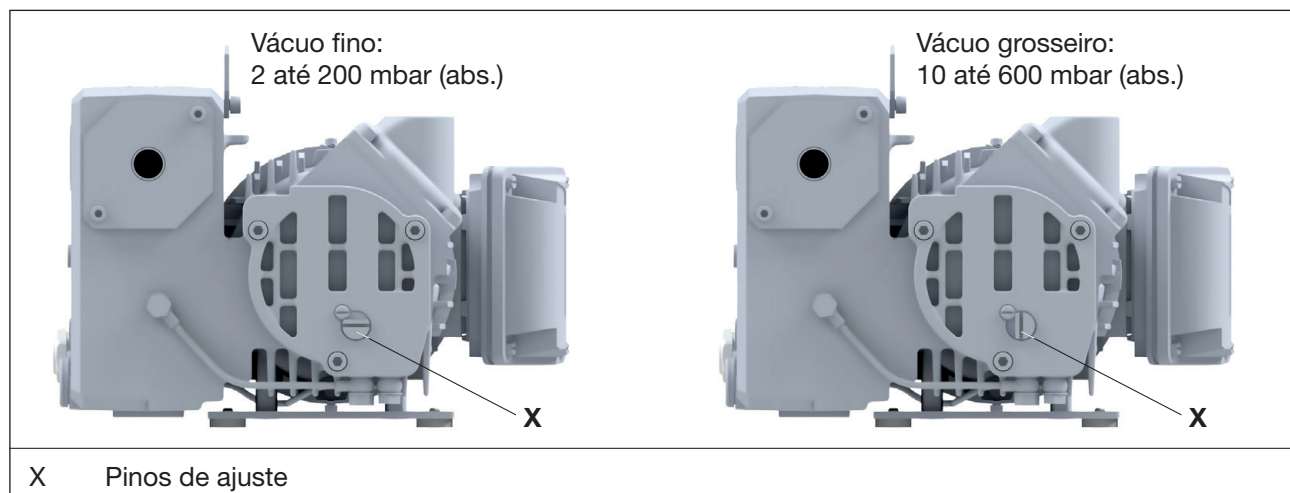

Fig. 5 Ajustar os limites de serviço
- a) Rodar o pino de ajuste (Fig. 5/X) até ao limite no sentido dos ponteiros do relógio (vácuo fino) ou no sentido oposto ao dos ponteiros do relógio (vácuo grosseiro).